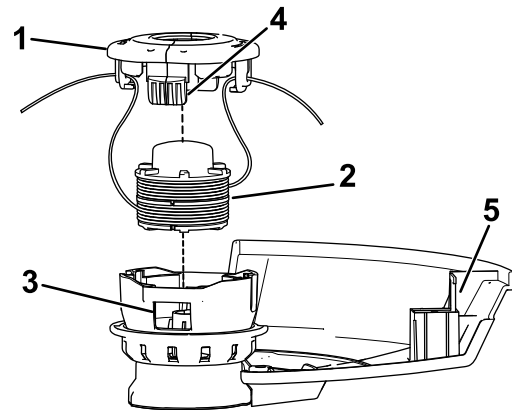

Bild 15
2. Drücken Sie die Nase an der Seite des Spulenhalters zusammen (Bild 15).